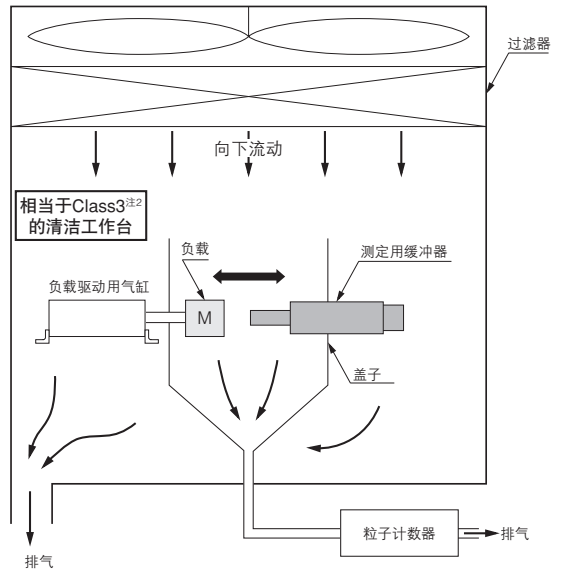

图1
1. 在不运行超净工作台（图1）内的测定用缓冲器及驱动负载用气缸时，直接测定超净工作台内的粒子。（背景测定）注